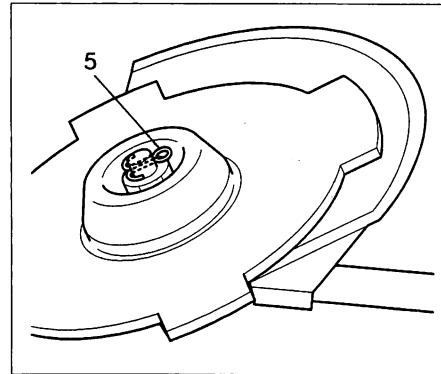

Fig. 1-10C
If your unit is of a nut-securing type and equipped with a cotter pin, the blade must be retained with a new cotter pin (5) each time installed. (Fig. 1-10C)
Si votre appareil est du genre à écrou de calage et muni d'une goupille, il faut retenir la lame au moyen d'une clavette neuve (5) qu'on monte chaque fois. (Fig. 1-10C)
Se il suo elemento è del tipo di fissaggio di dado e provvisto di una chiavetta trasversale, la lama deve sostenersi per mezzo di una coppia nuova (5) ogni volta quando sia effettuato il montaggio. (Fig. 1-10C)
Wenn Ihr Gerät von der Muttersicherungsmachart und mit einem Schließbolzen ausgerüstet ist, man soll die Klinge mit einem Schließbolzen (5) festhalten, der jedesmal eingerichtet werden soll. (Fig. 1-10C)
Si el aparato de usted es del tipo de tuerca trabada y provisto de una clavija hendida, hay que sujetar el cuchillo mediante un pasador de chaveta nuevo (5) que se monta cada vez. (Fig. 1-10C)